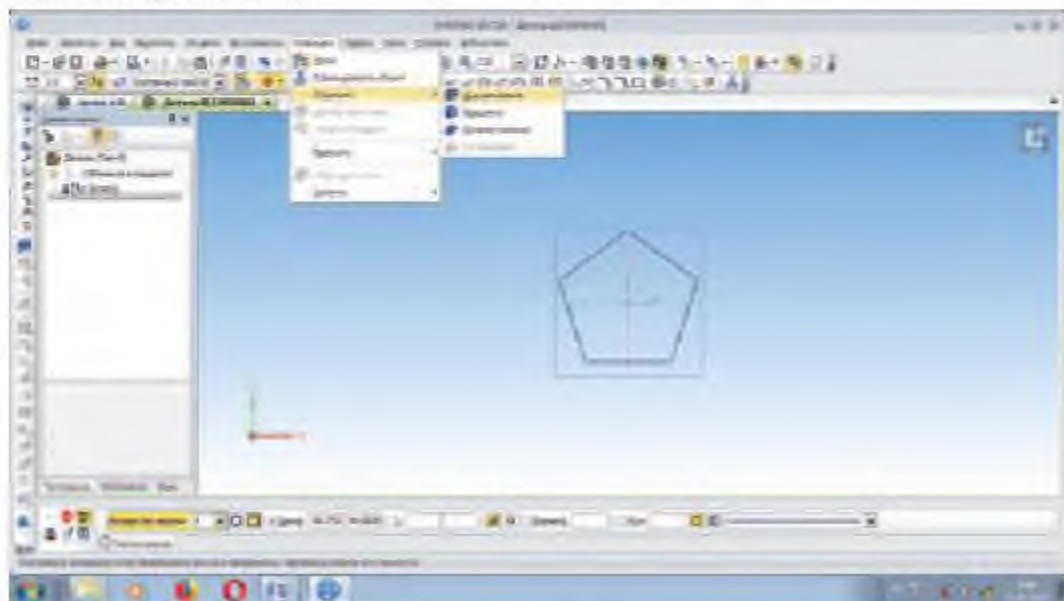

Рис. 17.5
4. Теперь, если вызвать команду операции падающего меню операции, три вида операций будут активны. Вызвав из них команду **выдавливание** (рис. 17.5), введем в качестве параметра **расстояние** 60 вместо 10. Тогда получится изометрическая проекция призмы, описанной в задании (рис. 17.6).